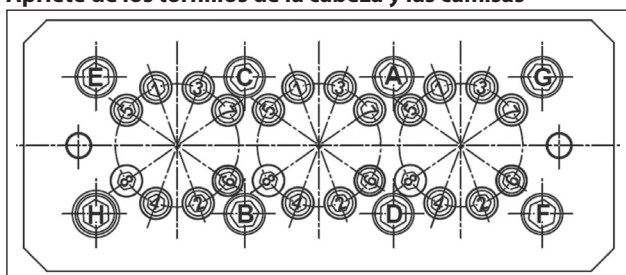

Fig. 50
** Los tornillos de fijación del cabezal deben ser ajustados respetando las secuencias y el orden indicado en el esquema de la Fig. 50.
*** Los tornillos de fijación de las camisas deben ser ajustados respetando las secuencias y el orden indicado en el esquema de la Fig. 50.